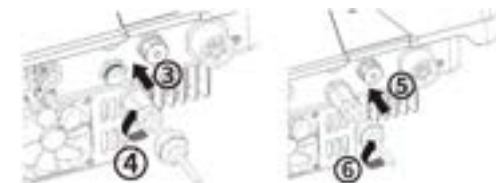

Fig. 20 (izquierda): Conectar el cable de red
- 4 Enchufar el cable de red en COM1 o COM2 (véase la fig. 20; tenga en cuenta la secuencia y las direcciones de las flechas)